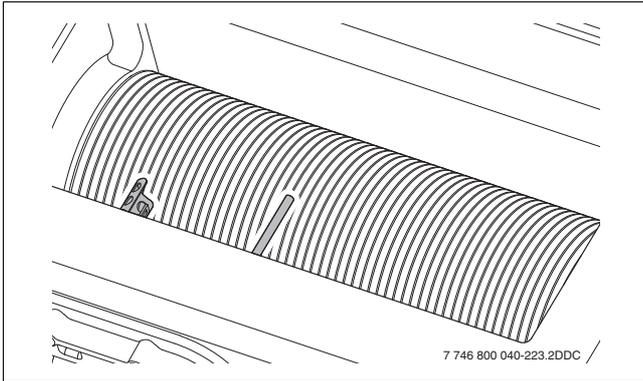
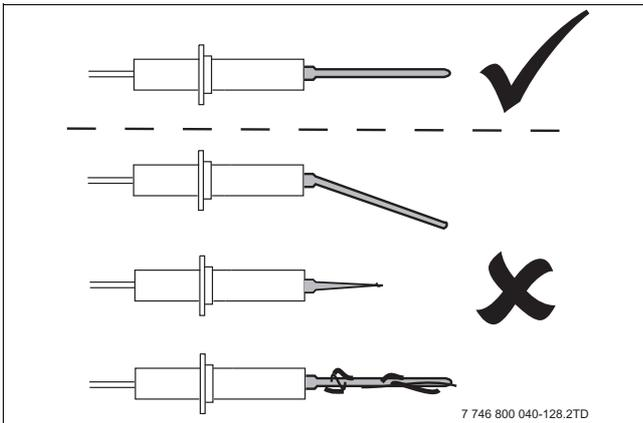
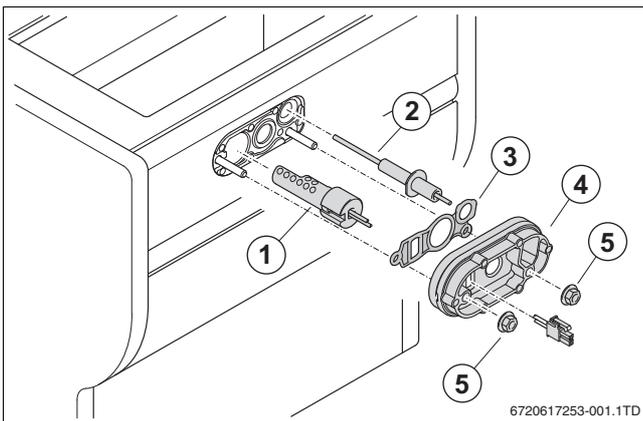

Bild 92 Überwachungselektrode und Glühzylinder prüfen
Bild 93 Überwachungselektrode prüfen
Bild 94 Zündeinrichtung ersetzen
- ▶ Alle 4 Jahre die Gummi-Dichtung (→ Bild 94, [3]) und die Abdeckplatte mit Dichtung (→ Bild 94, [4]) ersetzen.
- ▶ Separaten Teilen der Zündeinrichtung (→ Bild 94) auf Verschleiß, Beschädigung oder Verschmutzung prüfen (→ Bild 92 und Bild 93).